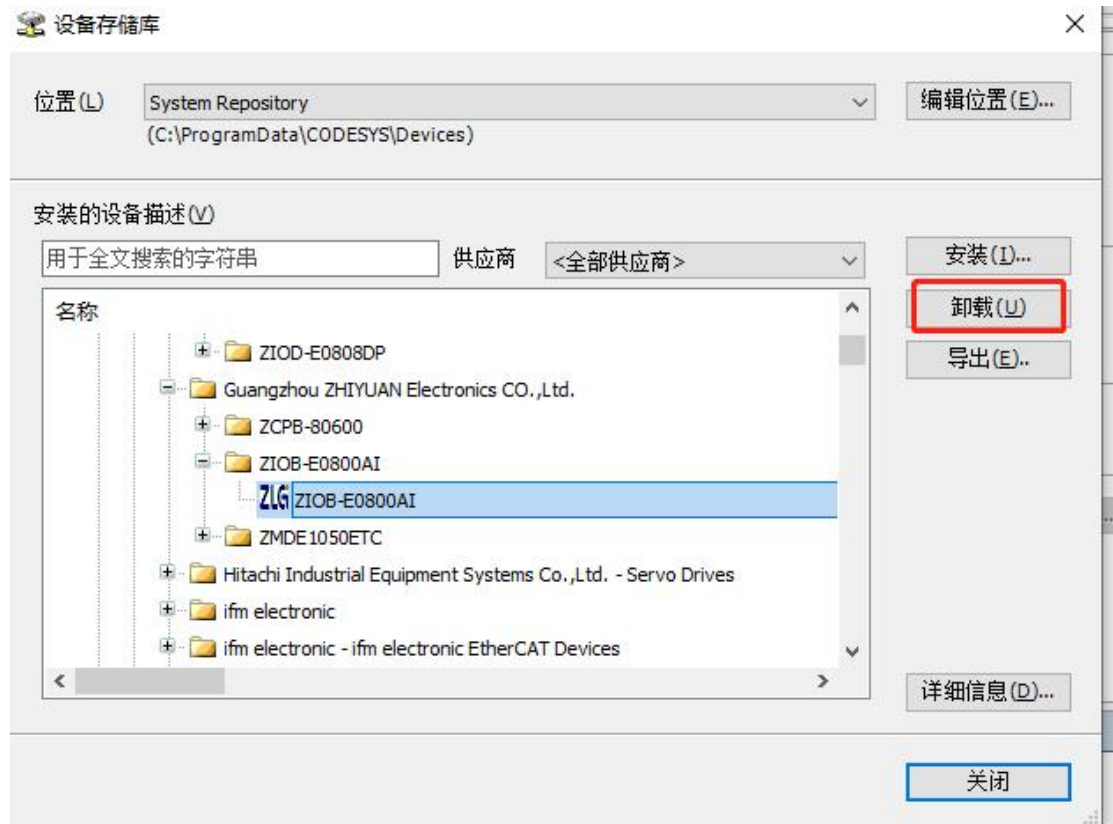

图 6
2) 如果对应版本固件的 xml 也修改了, 则需更新新的 xml 文件, 在 Codesys 中点击卸载原来的库, 再重新添加新的 xml 库文件, 如图 6 所示。随后重新移除从设备, 从新扫描, 即可通讯。